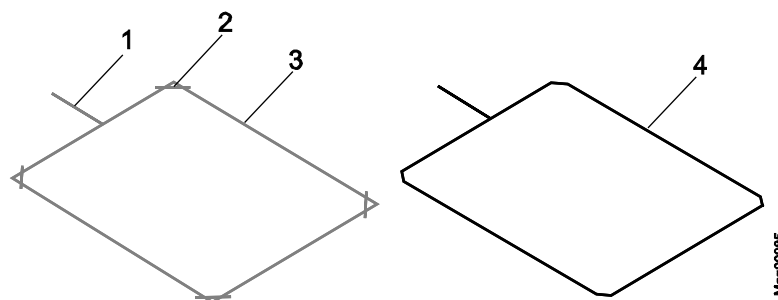

Рис. 17: Укладка индуктивной рамки в битумных, асфальтовых и бетонных покрытиях
1. В покрытии или асфальте при помощи отрезного диска вырезать паз глубиной 50 мм. С каждой стороны паз должен иметь одинаковую глубину. Углы паза вырезать под углом 45° согласно Рис. 17.